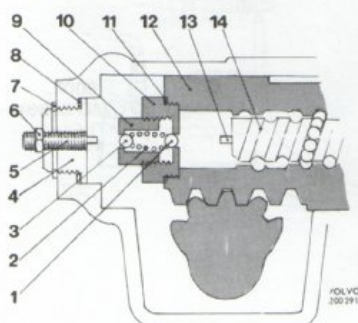

Bild 2. Avlastningsmekanism
Styrväxeln har avlastningsmekanism (bild 2), vilken består av ett i kolven placerat ventillhus med fjäder och två ventilkulor. Dessutom finns en justerskruv (5) och ett stift (13). Strax innan kolv och därmed ventilkula når ändläge trycks den upp av justerskruv resp. stift. Därigenom tillåts förbiströmning och servoverkan uteblir.